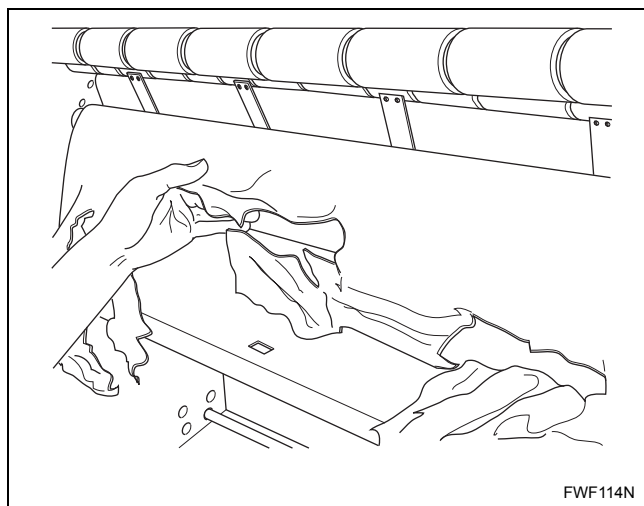

Figure 13
- d. Faire sortir le papier de protection de la machine. Se reporter à la *Figure 13*.